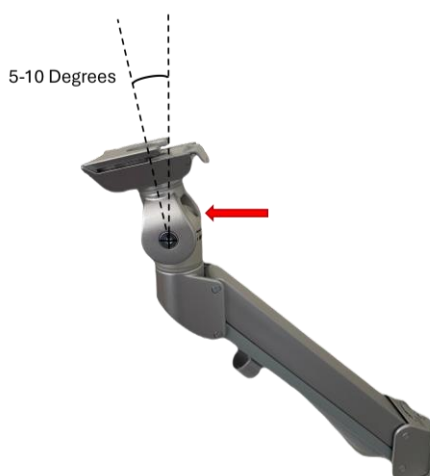

Abbildung 7- Einstellen der Ausrichtung der VESA-Anschluss
2. **Stellen Sie die Ausrichtung des VESA-Anschluss** wie in Abbildung 7 gezeigt ein, indem Sie die Schraube (durch den Pfeil gekennzeichnet) mit dem im Lieferumfang enthaltenen Sechskantschlüssel lösen. Ändern Sie die Ausrichtung so, dass sie zwischen 5 und 10 Grad liegt, wie in Abbildung 7 gezeigt, und ziehen Sie dann die Schraube wieder fest.